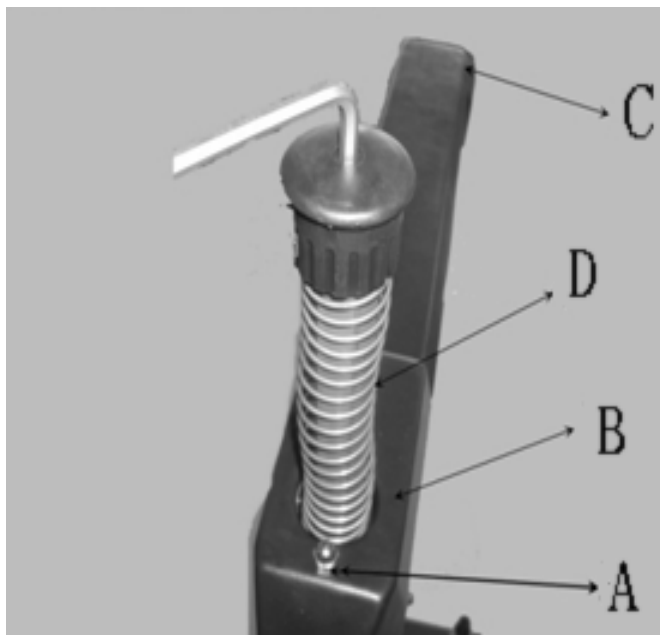

図 4-9
4.2.12 保護カバーのパッケージを取外します。キャップナット(図 4-9 A)をねじり、ネジ(図 4-8C)を固定します。垂直シャフトスプリング(図 4-9 D) 垂直軸キャップ(図4-8D)を取り付けねじ止めします。